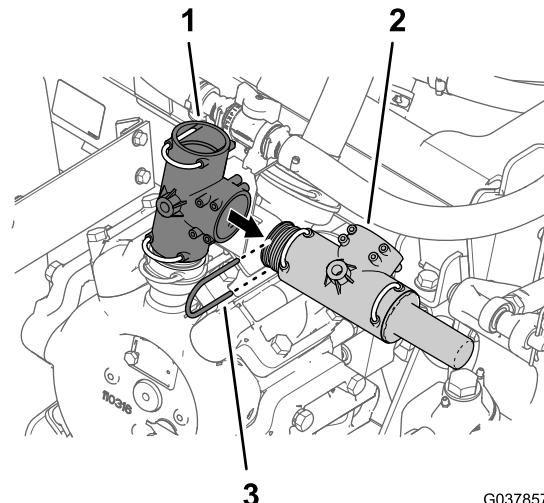

Figura 66
3. Retire o retentor que prende a união em T com a válvula de descarga de pressão à união em T na parte superior da bomba de pulverização (Figura 66).
- Retire a união em T com a válvula de descarga de pressão da união em T na parte superior da bomba de pulverização (Figura 66).